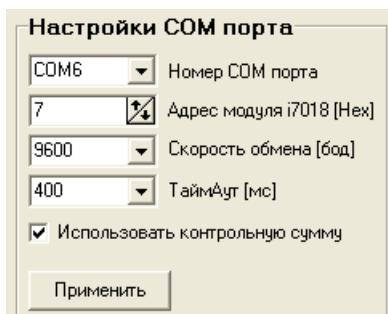

Рисунок 4.2 Параметры СОМ порта.
4.1.1. В этой части окна (см рис.4.2) можно выбирать СОМ порт, из тех, которые есть в компьютере; выбрать адрес модуля I-7018; скорость обмена; таймаут и наличие контрольной суммы.